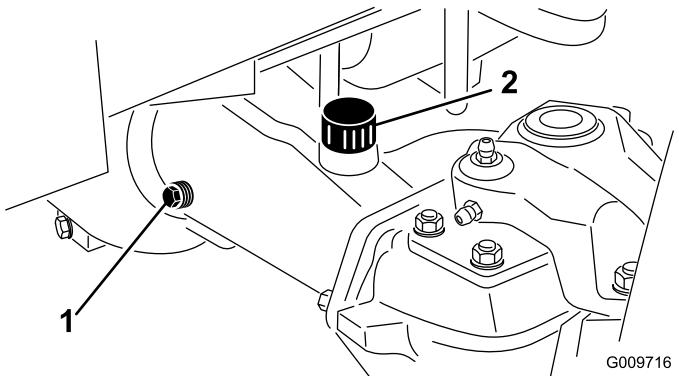

Figure 40
2. Enlevez un bouchon de contrôle à une extrémité du pont arrière (Figure 40) et vérifiez que le lubrifiant atteint la base de l'orifice. Si le niveau est bas, enlevez le bouchon de remplissage (Figure 40) et ajoutez suffisamment de lubrifiant pour rectifier le niveau.